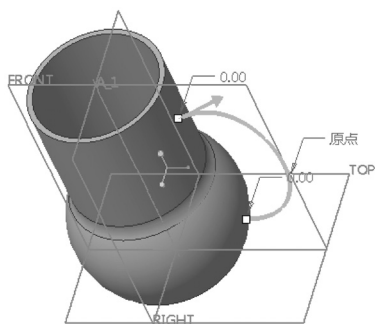

图 4-61 选定原点轨迹等
4) 在“扫描”选项卡中打开“参考”面板，“轨迹”收集器处于激活状态，在图形窗口中单击选择先前绘制的样条曲线作为原点轨迹，并设置其起点箭头如图 4-61 所示。而在“参考”选项卡的“截平面控制”下拉列表框中默认选择“垂直于轨迹”选项，在“水平/竖直控制”下拉列表框中选择“自动”选项。